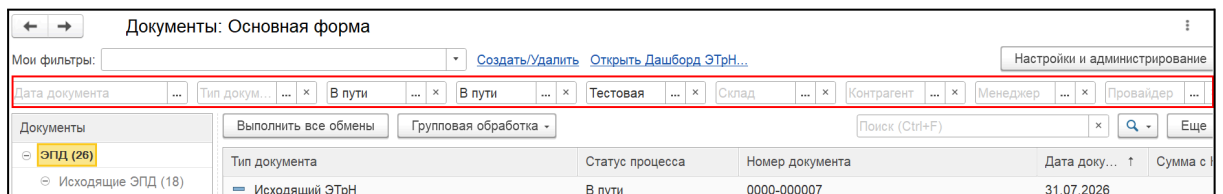

Рис. 103. Установка фильтров
1. Установите необходимые значения фильтров (рис. 103).